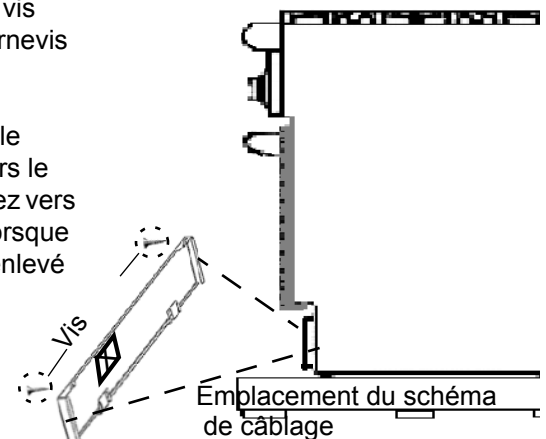
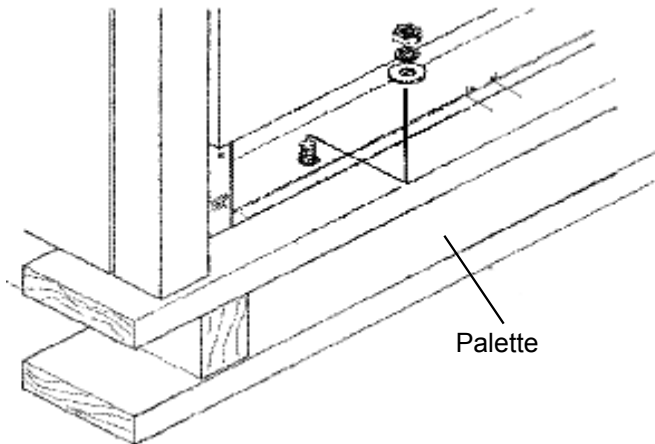

Figure 5 : Retrait du panneau de seuil (plinthe)
Figure 6 : Enlèvement des quatre (4) boulons de transport
3. Les cuisinières sont fixées aux palettes avec quatre (4) boulons (consultez la *Figure 6*). Vous devez enlever le panneau de seuil pour avoir accès aux boulons de l'avant de la palette (consultez la *Figure 5*). Pour enlever le panneau de seuil (plinthe), enlevez les deux vis situées sous les coins inférieurs de la cavité du four et soulevez le panneau de seuil hors des deux saillies de la base de la cuisinière (consultez également la section « *Ajustement du panneau de seuil (plinthe)* » à la page 26).